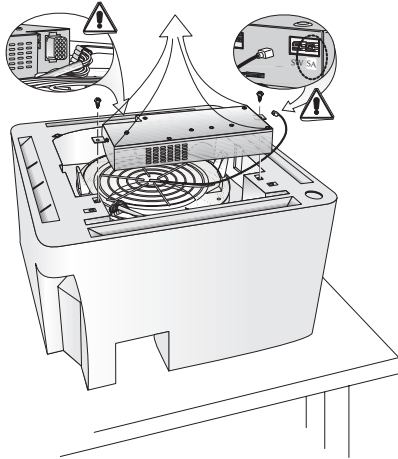

Fig. 6
- rimuovere la scatola della scheda elettronica dal cabinet svitando le 2 viti (fig. 6).